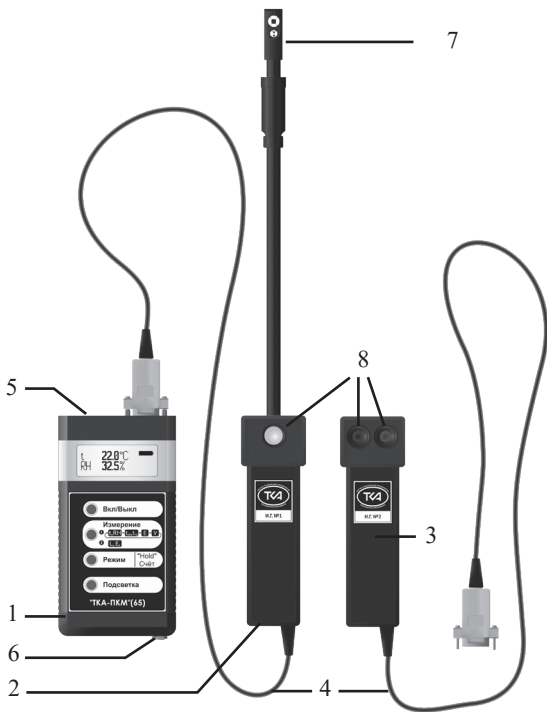

Рис.1 Внешний вид прибора “ТКА-ПКМ”(65)
5.1 Приборы комбинированные выпускаются в компактном портативном исполнении. Конструктивно прибор выполнен в виде трёх функциональных блоков: блока обработки информации (БОИ) и двух измерительных головок: ИГ №1 и ИГ №2, присоединяемых с помощью разъёма на кабеле связи (Рис.1).
На лицевой стороне ИГ №1 и ИГ №2 располагаются фотоприёмные устройства (ФПУ) с корригирующими фильтрами, формирующими спектральную характеристику. Зонд с датчиками климатических параметров (RH, t, V) установлен на верхнем торце корпуса ИГ №1 (7, Рис.1).
Для связи с ПК в приборе установлен разъём USB (опционально RS232) (5, на Рис.1).
6.2.1.1 Включите прибор. Перед началом работы убедитесь в работоспособности элемента питания (аккумулятора). Если после включения прибора на дисплее появится надпись “РАЗРЯД БАТАРЕИ!”, нужно зарядить аккумулятор, для чего следует подключить к прибору через разъём на корпусе (6, Рис.1) зарядное устройство и вставить его в сеть. Прибор необходимо выключить. Время заряда ~ 16 часов. Превышение времени заряда (до нескольких суток) не приводит к ухудшению работоспособности аккумулятора.